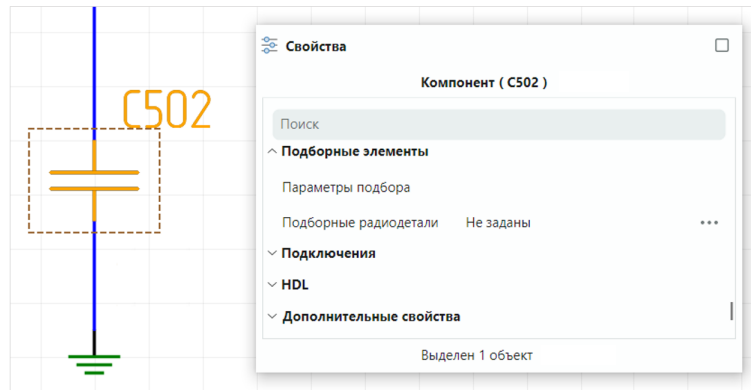

Рис. 83 Отображение раздела «Подборные элементы» в свойствах
Для радиодеталей, относящихся к семействам: конденсаторы (C), дроссели (L) и резисторы (R), доступна дополнительная категория свойств – «Подборные элементы», см. Рис. 83.